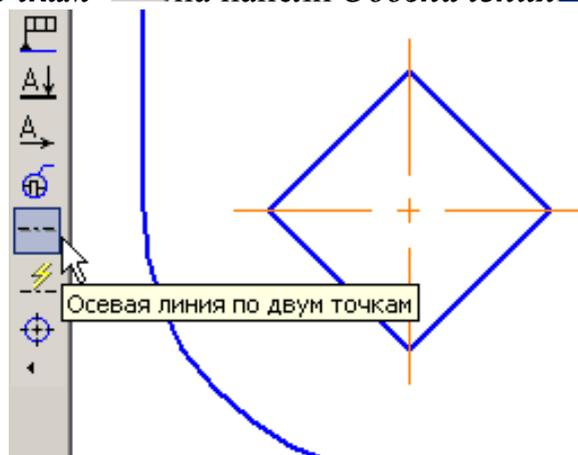

Рис. 2
1. Постройте самостоятельно правильный четырехугольник (квадрат) с параметрами: по вписанной окружности, радиус «б», центр с координатами (-34, -109), без осей, угол 45° . Проведите осевые линии командой **Осевая линия по двум точкам**  на панели **Обозначения** , рис. 2.